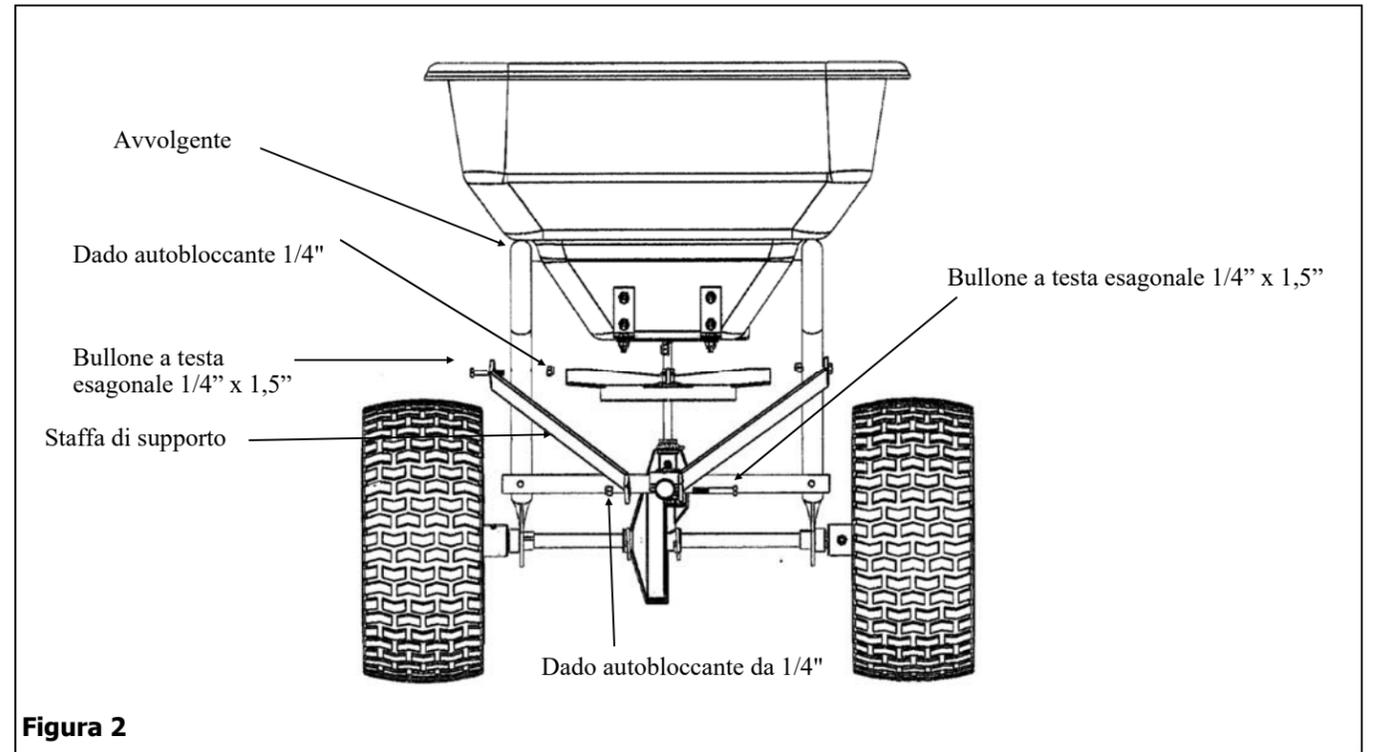

Figura 2
2. Fissare la gamba al supporto avvolgente, utilizzando bulloni a testa esagonale da 1/4" x 1-1/2" e dadi di bloccaggio. Collegare l'altra estremità delle due staffe di supporto alla barra di traino utilizzando un bullone a testa esagonale da 1/4" x 2" e un dado di sicurezza a testa esagonale da 1/4". Vedi Figura 2.